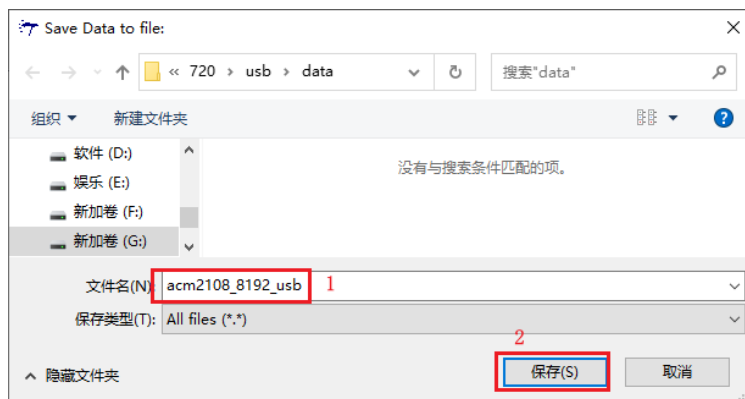

图 1-27 设置文件名称
8. 在弹出的文件保存界面中，读者需要设置文件保存的路径并给文件命名，比如我们这里给文件命名为“acm2108\_16384\_usb”，然后点击保存。如下图 1-27 所示。